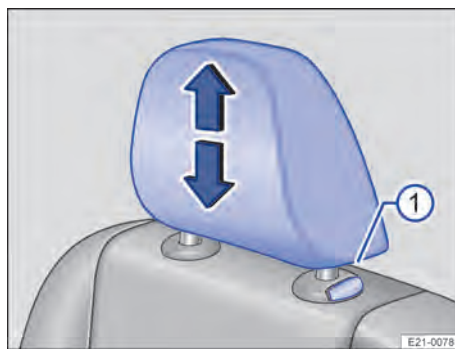
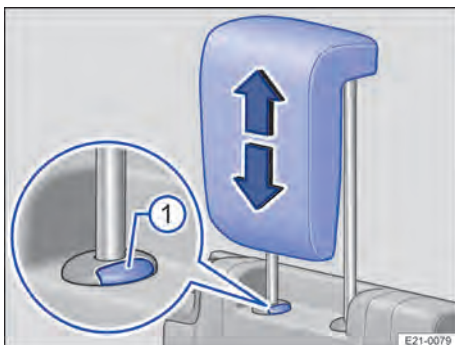

Abb. 84 Zweite Sitzreihe: Kopfstütze ausbauen.
Abb. 85 Dritte Sitzreihe: Kopfstütze ausbauen.
- Kopfstütze bei gedrückter Taste → Abb. 84 ① bzw. → Abb. 85 ① ganz herausziehen.